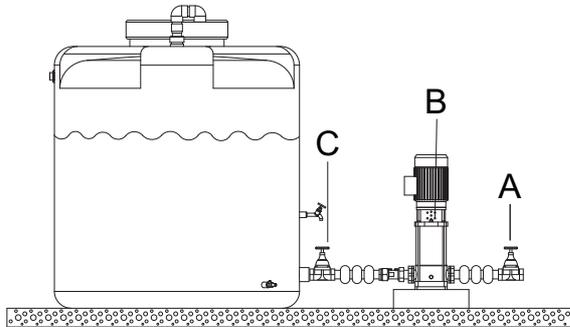

Figure 12: Circuit fermé
7.3.1 En circuit ouvert ou fermé avec une pression d'alimentation suffisante (voir figure 12 Circuit fermé)